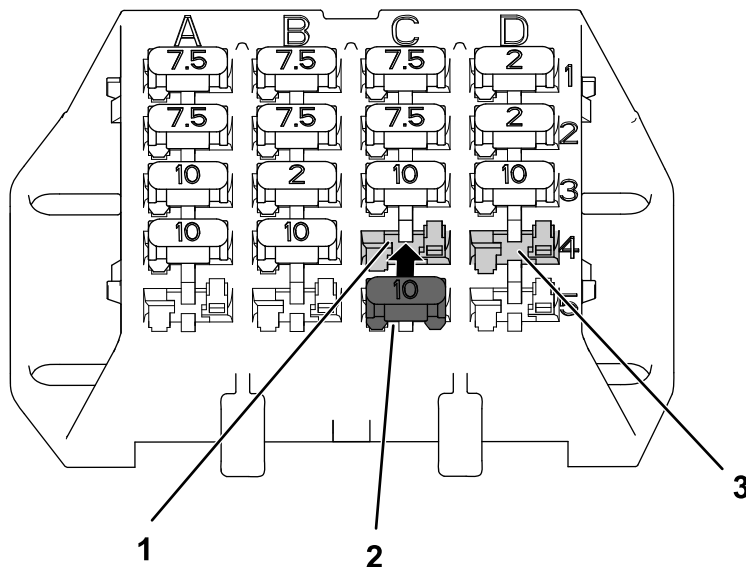

Рисунок 13
1. Если у вас машина более ранней модели, установите предохранитель в гнездо C4 блока предохранителей (Рисунок 13).